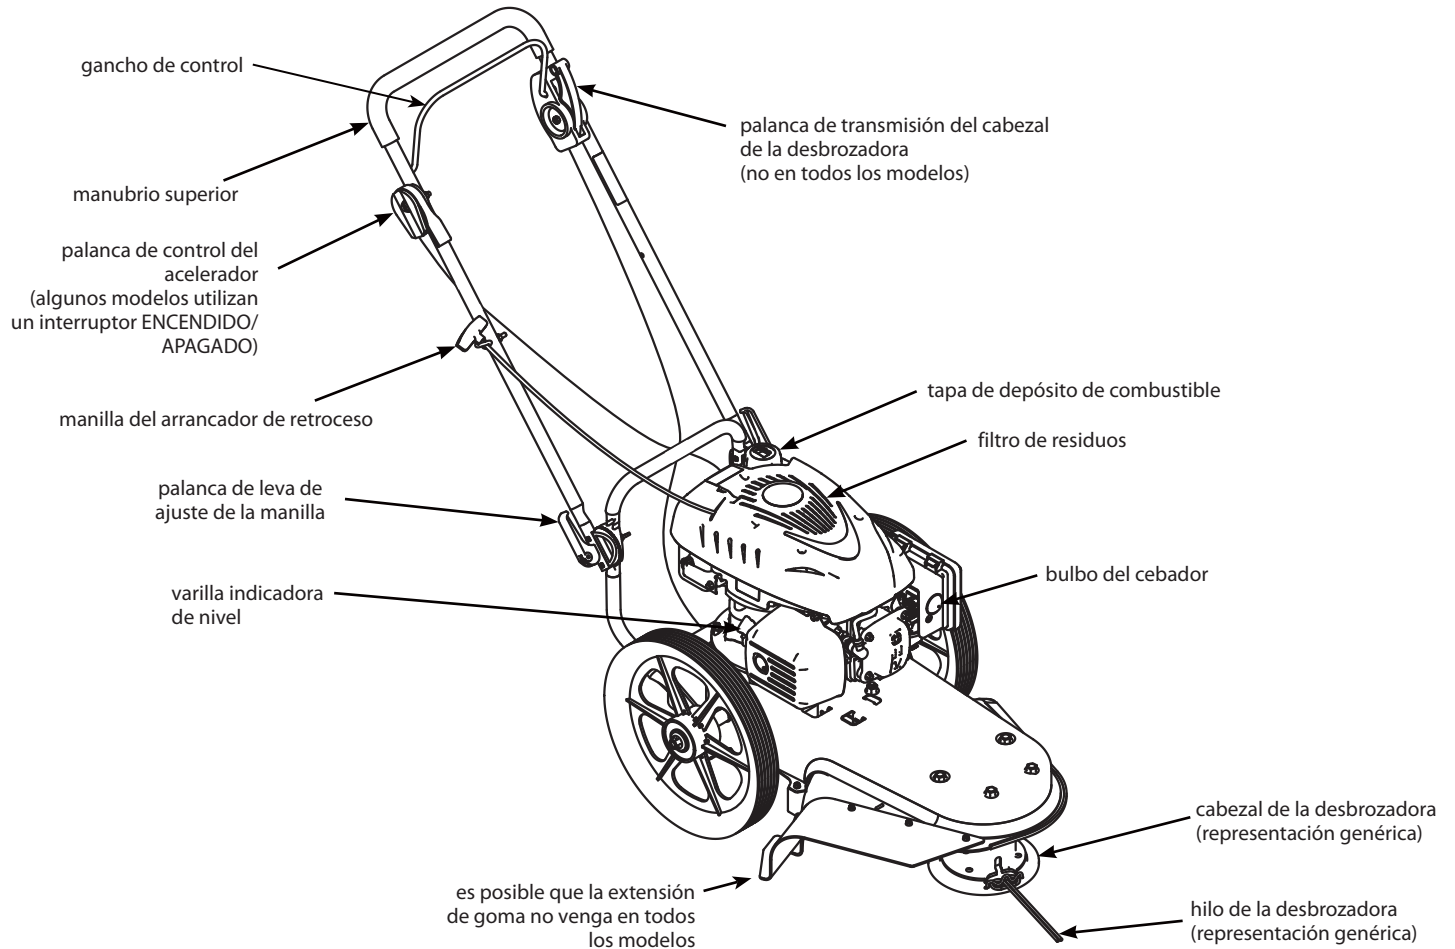

FIGURA 1: La nueva desbrozadora de hilo
1. Antes de cada uso, retire los residuos del filtro de residuos. **CONSULTE LA FIGURA 1 EN LA SECCIÓN "CARACTERÍSTICAS"**. Los residuos pueden provocar el sobrecalentamiento del motor. Limpie el filtro de residuos con un paño o toalla de papel.